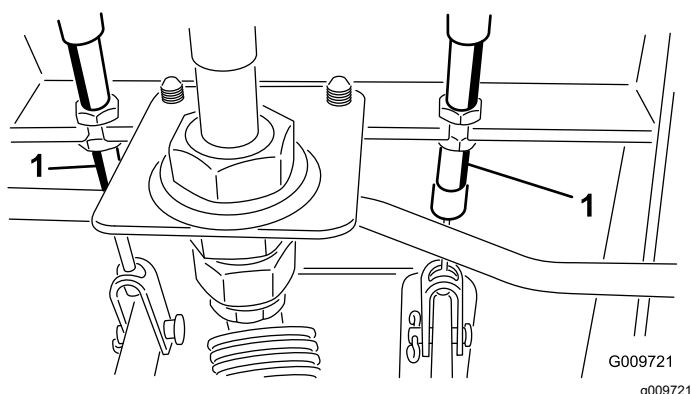

Figure 101
- A. Desserrez l'écrou avant sur l'extrémité fileté du câble de frein (Figure 101).